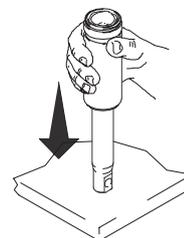

Abb. 5
Abb. 5. Die Pleuellagerstange von der Pleuellagerbuchse abnehmen, oder die Pleuellagerbuchse vom Zylinder abnehmen. Mark IV: Das Distanzstück (230) von der Pleuellagerbuchse abnehmen.